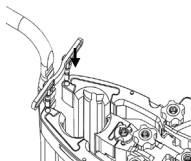

Figura 19
- Una volta nella posizione desiderata, inserire la **barra trasversale della quarta lama ausiliaria (ML-0901)** nelle fessure situate sulla punta distale del **divaricatore telaio** (Figura 19).